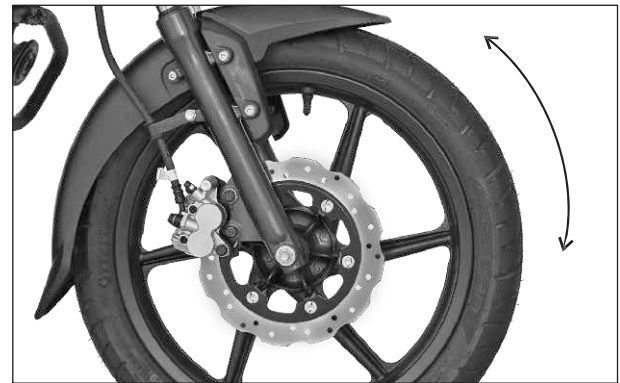

Fig. 2.72
- Gire suavemente las ruedas con la mano y revise si se presenta algún ruido o tensión anormal. (Fig. 2.72)